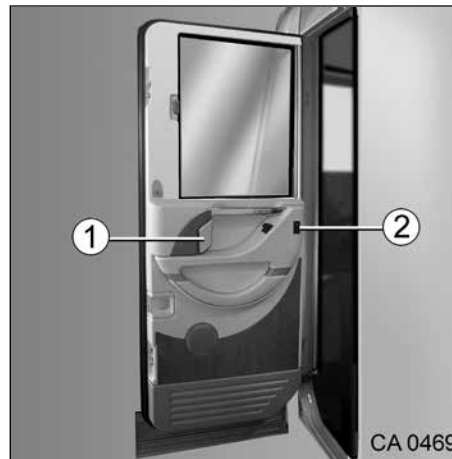

Fig. 29 Intérieur de la porte de cabine
- Tirer sur la poignée (Fig. 29, Pos. 1). Le verrou de la portière est automatiquement déverrouillé.
- Appuyer sur le bouton (Fig. 29, Pos. 2) La fenêtre s'ouvre/se ferme automatiquement.